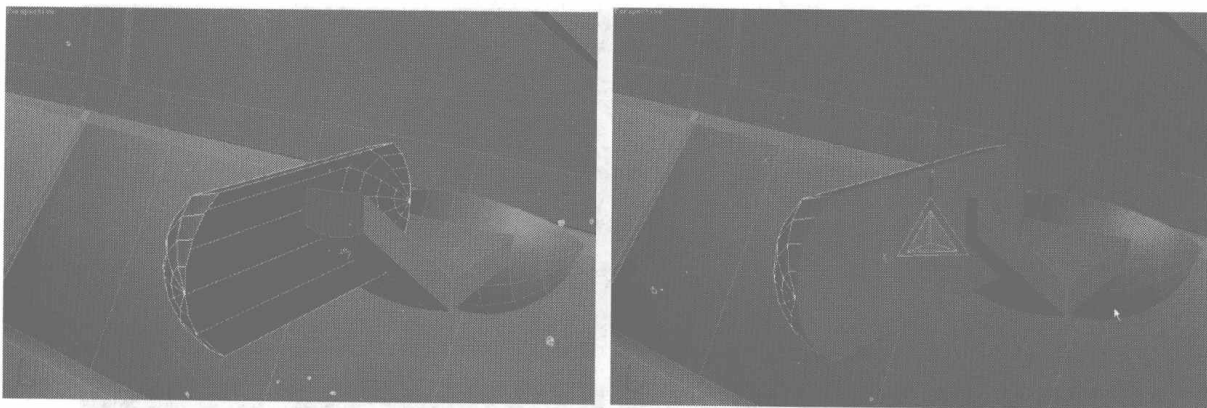

图 7.206
- 21 删除半个物体，然后选择物体的边缘曲线，单击 **Cap** 按钮，添加面，如图 7.206 所示。